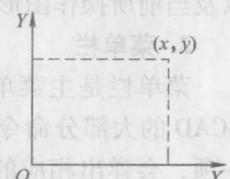

图 1-3 坐标系
(1) 世界坐标系 世界坐标系 (WCS) 由两两互相垂直的三根轴线构成， X 轴为水平方向， Y 轴为铅垂向上， Z 轴为垂直于 XY 平面向外，三条轴的方向符合右手定则，三条轴的交点是坐标系原点， XY 平面是绘图平面，如图 1-3 所示。